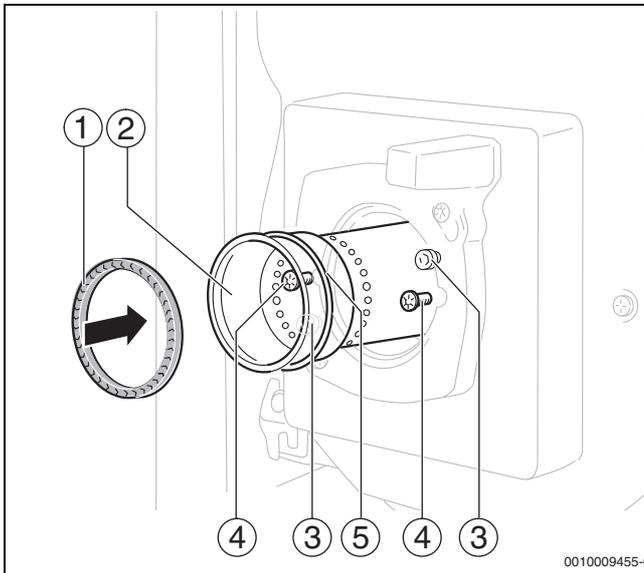

Bild 43 Brennerrohr austauschen
- ▶ Beide Befestigungsschrauben (→ Bild 43, [4]) lösen.
- ▶ Neues Brennerrohr (→ Bild 43, [2]) und O-Ring (→ Bild 43, [5]) einbauen.